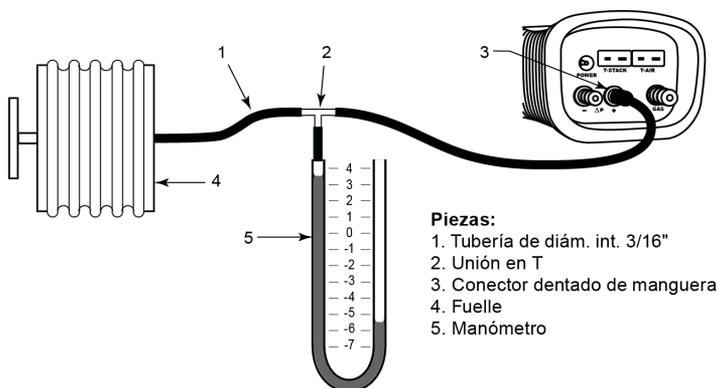

Figura 6-3. Equipo de calibración del sensor de presión
1. Monte el equipo de calibración del sensor de presión como se muestra en la Figura 6-3, pero NO conecte el analizador al equipo de calibración en este momento.